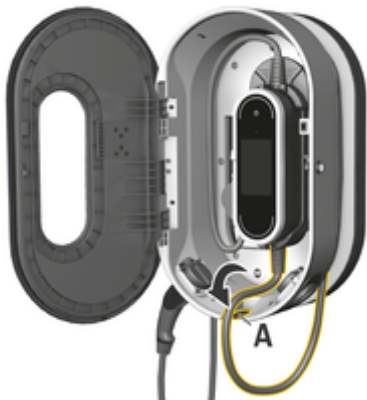

рис. 139: Вставлення панелі керування
3. Просуньте кабель для автомобіля через отвір А (рис. 139) і обмотайте його зайву частину навколо док-станції.